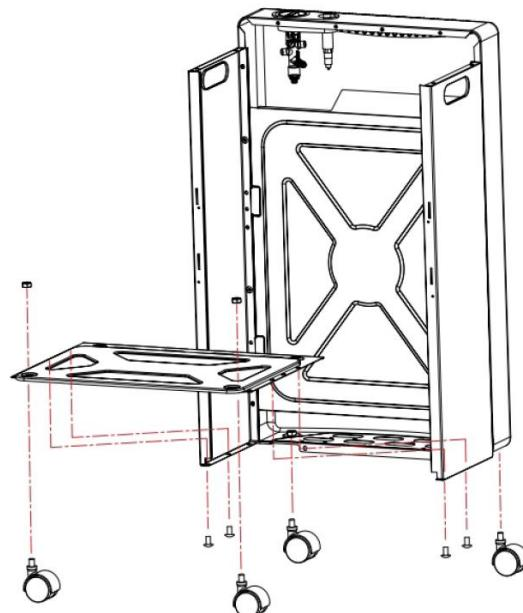

Рисунок 2
2. Присоедините два колеса ко дну лицевой панели прибора (6). Присоедините два других колеса к нижней панели (10) с помощью двух гаек . Используйте 4 болта 5*8 мм для присоединения нижней панели (10) к левой и правой стенкам (см. рисунок 2)